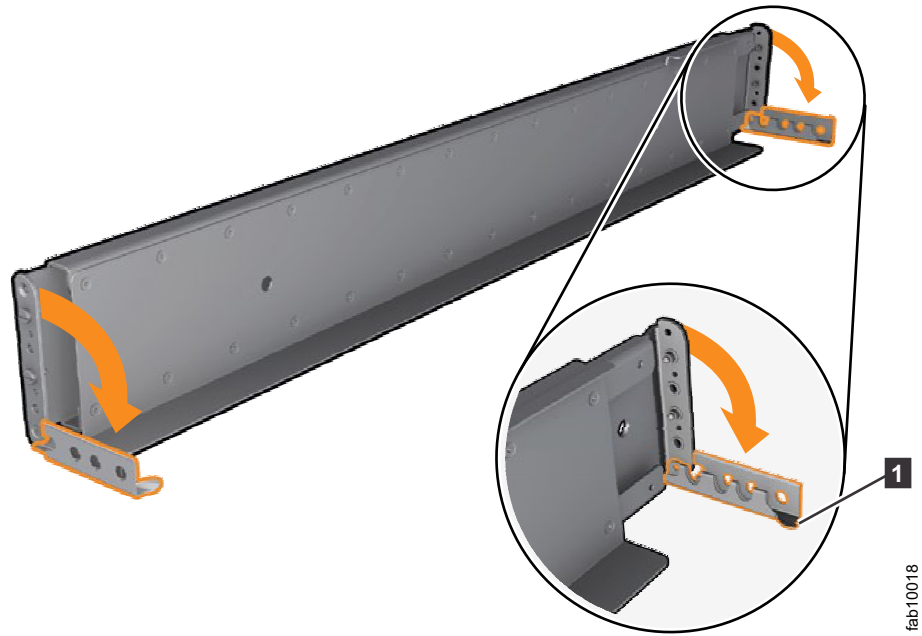

Abbildung 35. Scharnierhalterungen öffnen
6. Ziehen Sie *fest* an der Zunge **1** an beiden Schienenenden, um die Scharnierhalterung zu öffnen (siehe Abb. 35 auf Seite 33).